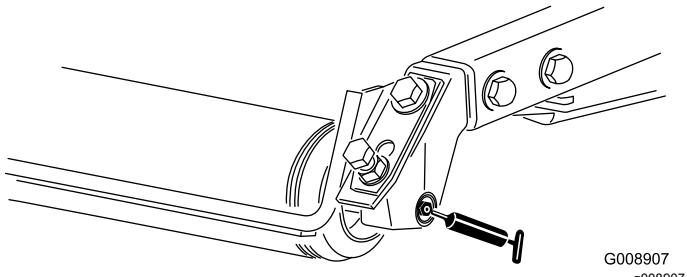

Figura 48
- Cojinetes de los rodillos traseros (2 por unidad de corte) – Figura 48